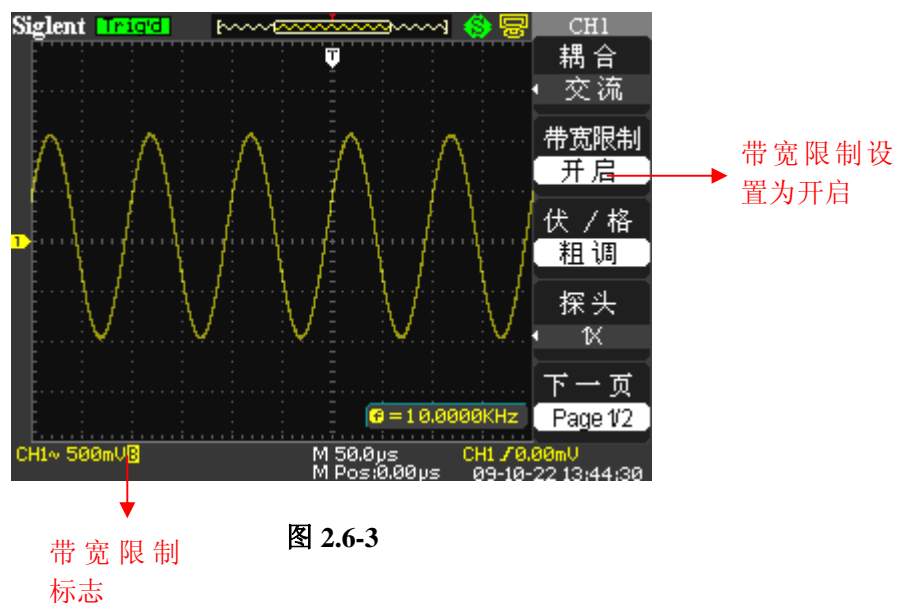

图 2.6-3
- 按“CH1”→“带宽限制”→“开启”，设置带宽限制为开启状态。被测信号含有的大于 20MHz 的高频分量幅度被限制。如图 2.6-3